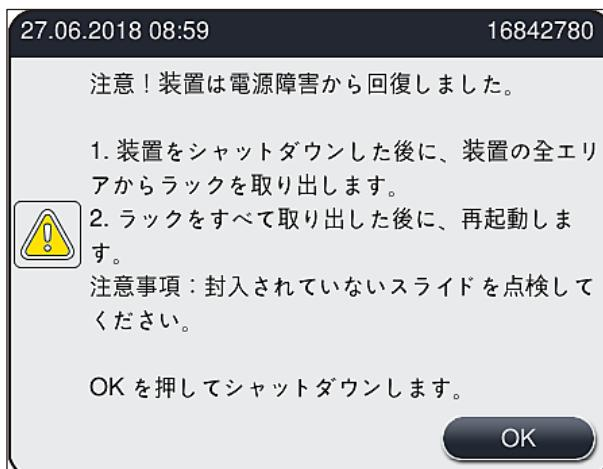

図 108
- 電源復旧後、装置は自動的に再起動します。電源障害の発生をオペレーターに知らせる情報メッセージ (→ 図 108) が画面に表示され、イベントログにもそれが書き込まれます。
- ① 電源復旧後、装置は自動的に再起動します。警告音が鳴り、警告メッセージが画面に表示されます (→ 図 108)。
続いて、情報メッセージ (→ 図 108) の指示に従い、スライドを装置から取り出します。